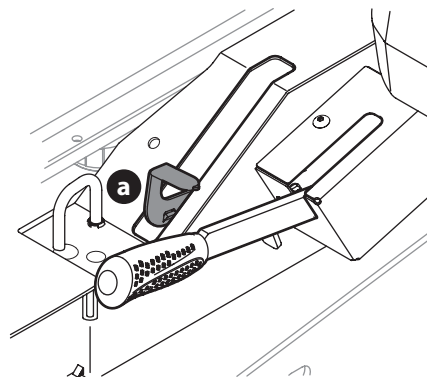

Figure 40
- Enclenchez les soupapes de dérivation de la transmission en tirant le levier de dérivation (a) vers l'extérieur, puis vers le haut et jusqu'en arrière (Figure 40).
- Pour débloquer le levier de dérivation (a), poussez le levier vers l'avant (Figure 40).